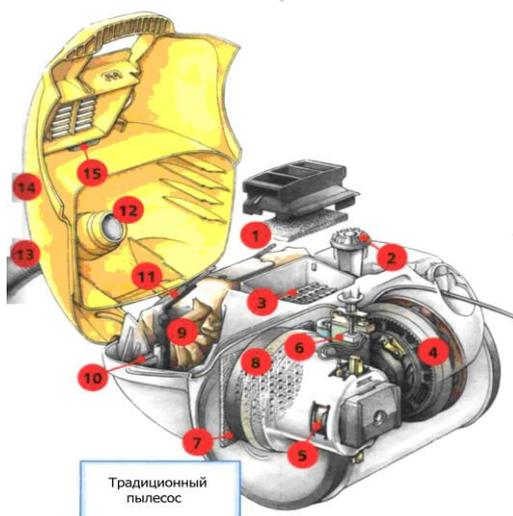

Рис. 9. Электрический пылесос
51. Какой узел элемента пылесоса представлен на рис. 9., обозначен цифрой 5.